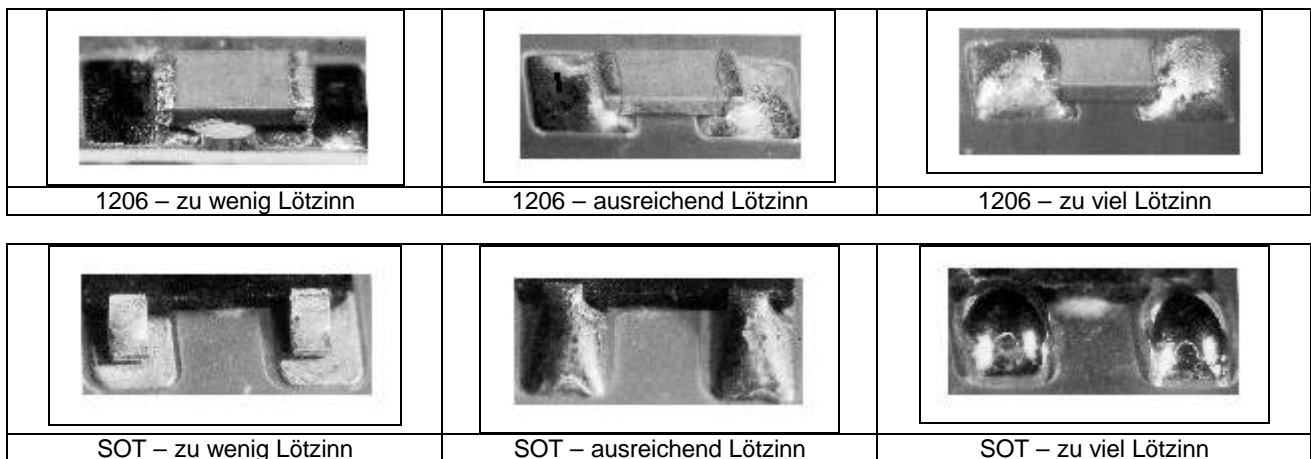

Abbildung 2 – 1206 und SOT mit zu wenig, ausreichend und zu viel Lötzinn
6. Das Ergebnis mittels Lupe o.ä. überprüfen. Die Verbindungsstelle sollte glänzend und gewölbt sein. Zu viel Lötzinn aufgebracht? Mit Entlötlitze aufnehmen und nochmals versuchen. Siehe dazu Bilder Abbildung 2.